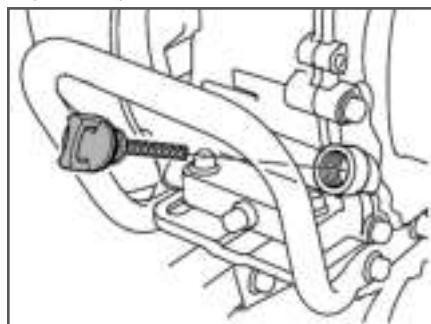

Рис. 18 Крышка-щуп маслозаливной горловины
2. Откройте крышку-щуп маслозаливной горловины и извлеките щуп (Рис. 18).
2. Выкрутите крышку-щуп маслосаливной горловины и извлеките щуп (Рис. 18).